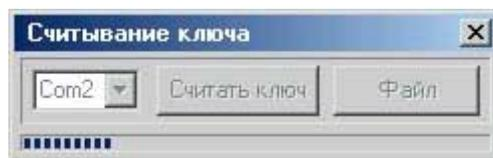

Рисунок 3
3.5 Нажмите кнопку СЧИТАТЬ КЛЮЧ и наблюдайте процесс переноса информации в УСИ-1, сопровождаемый миганием светодиода СВЯЗЬ и отображаемый в нижней части окна программы (рисунок 3).